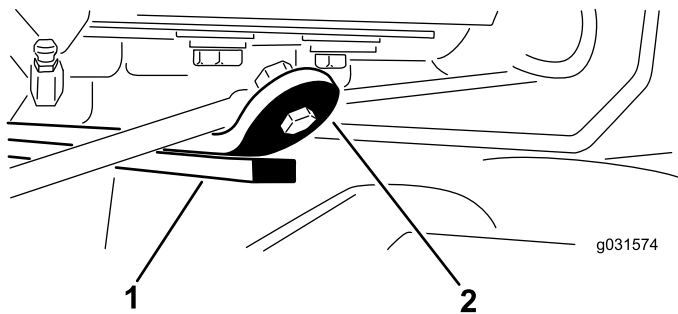

Figura 16
3. Avviate il motore, sollevate gli apparati di taglio e assicuratevi che la distanza tra la cinghia di usura sulla parte superiore della barra di usura dell'apparato di taglio posteriore e la cinghia paracolpi sia pari a 0,51–2,54 mm, come illustrato nella Figura 16.